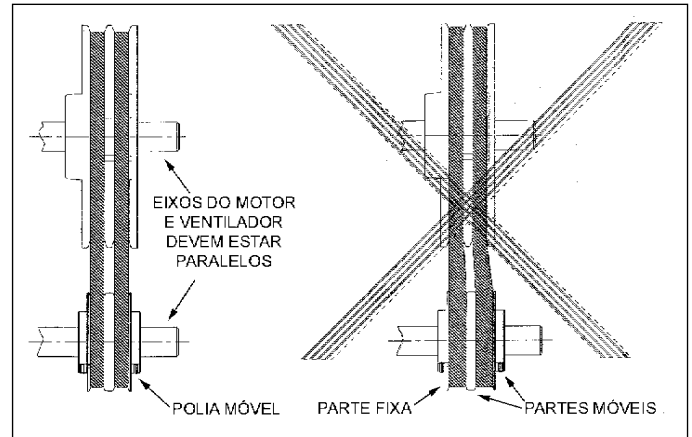

Figura 7 - Ajuste das polias
- 2º) Afrouxe o parafuso de fixação das partes móveis da polia do motor (veja Figura 7).
- 2º) Deslize-a ao longo do eixo, alinhando-a com a polia do motor. Verifique o paralelismo entre as polias. O centro das duas polias devem estar alinhados conforme mostrado na Figura 7.